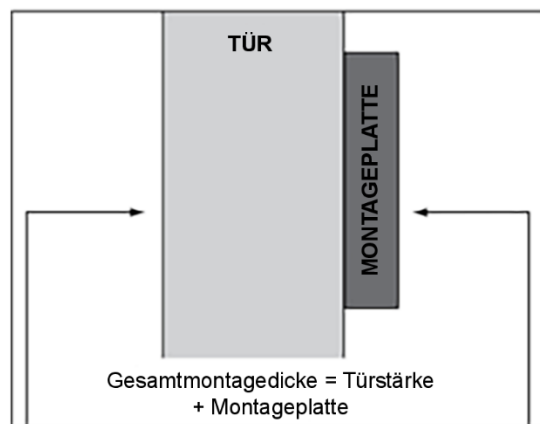

Abbildung 8
4. Messen Sie die Gesamtmontagedicke (Türstärke + Montageplatte) (Abbildung 8).